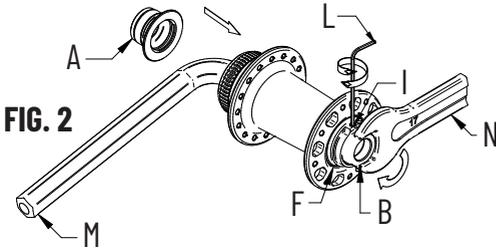
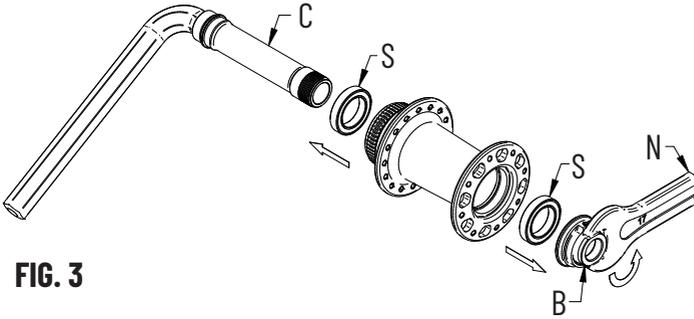

FIG. 2
FIG. 3
- Sullo stesso lato da cui avete sfilato lo scontro, infilate una chiave a brugola (M) da 12mm sul perno mozzo e con una classica chiave da 17mm (N) svitate in senso antiorario lo scontro (B) (Fig. 2)
- Una volta estratto il perno dal corpo del mozzo si possono eventualmente sostituire i cuscinetti (S).
- Utilizzate un apposito estrattore per fori da 17mm ed estraete entrambi i cuscinetti dalla loro sede (Fig. 3).
- Inserite nuovamente il perno del mozzo (C) e chiudete lo scontro (B) con la chiave (N) da 17mm alla coppia di chiusura di 15Nm. (Fig. 2)
Se necessario effettuare una registrazione del mozzo agendo sulla ghiera (F) (Fig. 2):
- Allentate il grano (I) con una chiave a brugola (L).
- Richiudete il grano (I) (Fig. 2).